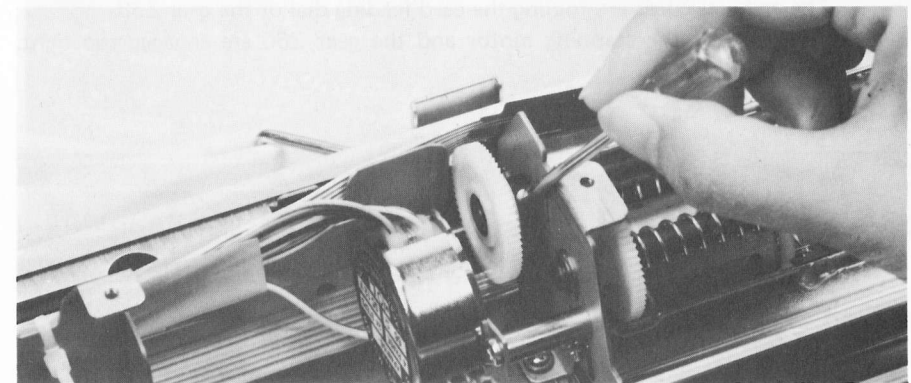

Fig. 54
- 3). Loosen the screw of the gear Z60. (Fig. 54)